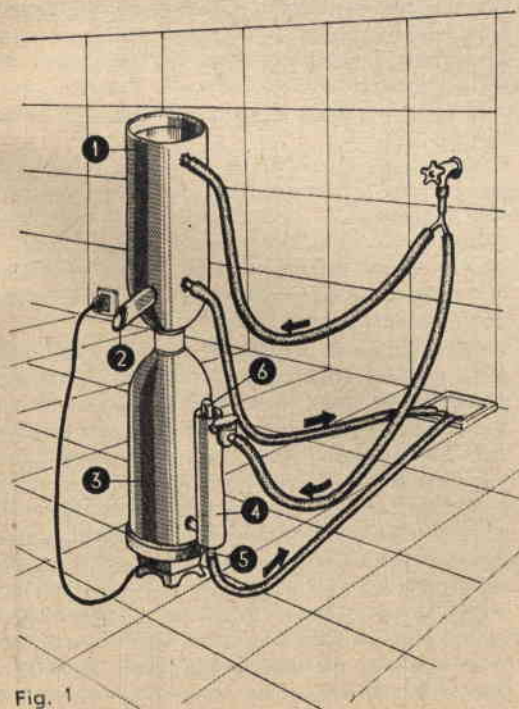

Fig. 1
Allo scopo di ovviare tale inescusabile contrattempo, pensai di presentare ai Lettori di Sistema Pratico un pratico ed economico distillatore per acqua, che li mettesse in grado di produrre in casa, con spesa relativa, l'acqua distillata necessaria ai loro esperimenti (fig. 1).
1) approntamento del corpo bollitore (fig. 1 - part. 3);
- 2) costruzione del dispositivo atto a mantenere in funzione continuata l'apparecchio (constant-high) e relativa applicazione al corpo bollitore (fig. 1 - part. 4);
- 3) avvolgimento della serpentina di condensazione (fig. 1 - part. 2);
- 4) approntamento del manicotto refrigerante (fig. 1 - part. 1).